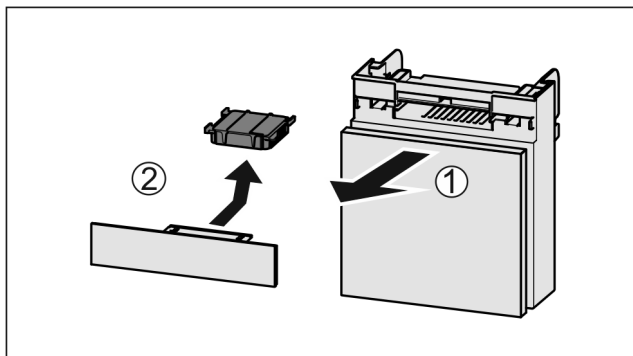

Fig. 137
- ▶ Вытянуть Fig. 137 (1) отделение движением вперед.
- ▶ Извлечение Fig. 137 (2) фильтра с активированным углем.